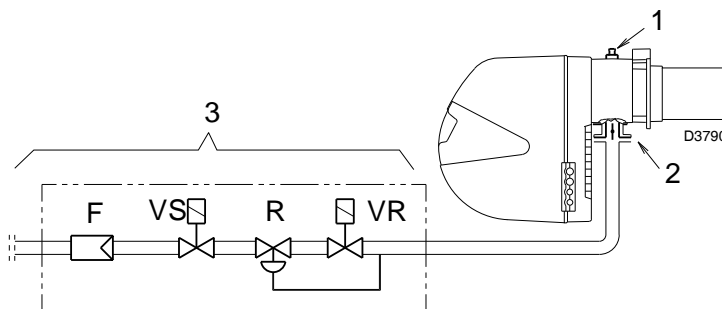

Fig. 40
Pression du gaz mesurée à la prise 1)(Fig. 40), avec:
Perte de charge du papillon à gaz 2)(Fig. 40) avec ouverture maximale: 90°.
Perte de charge de la rampe 3)(Fig. 40) comprenant: vanne de régulation VR, vanne de sécurité VS (ayant chacune une ouverture maximum), régulateur de pression R, filtre F.
- Soustraire la pression chambre de combustion de la pression du gaz à la prise 1)(Fig. 40).
- Pression du gaz à la prise 1)(Fig. 40) = 7,4 mbar
Par contre, pour connaître la pression du gaz nécessaire à la prise 1)(Fig.40), après avoir fixé la puissance maximale de fonctionnement du brûleur:
- Lire la pression à la prise 1)(Fig. 40) sur la droite, colonne 1.
pression nécessaire à la prise 1)(Fig. 40).